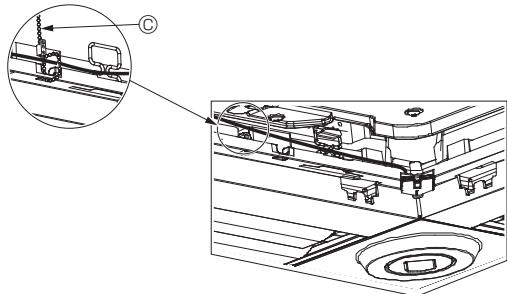

Fig. 5-13
- i-See-Sensor- und Signalempfängerkabel mit dem Kabelbinder so an der Platte sichern (siehe Abbildung), dass kein Kabel durchhängt und dann das überstehende Kabelbinderende abschneiden. (Fig. 5-13)
- Wenn die Position des i-See-Sensors von “○” (E) auf “□” (F) geändert worden ist, ebenfalls die Schalterstellungen ändern. (Siehe Seite 27.)